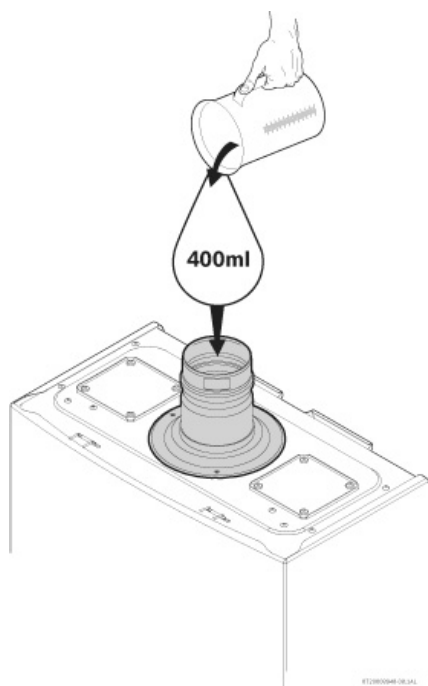

Fig. 13 Vullen van de sifon bij de eerste ingebruikname
- Vul de sifon met ongeveer 400 ml water, langs de uitgang van de rookgasafvoer, zie fig. 13.
- Remplir le siphon avec environ 400 ml d'eau, par la sortie des gaz brûlés, voir fig. 13.